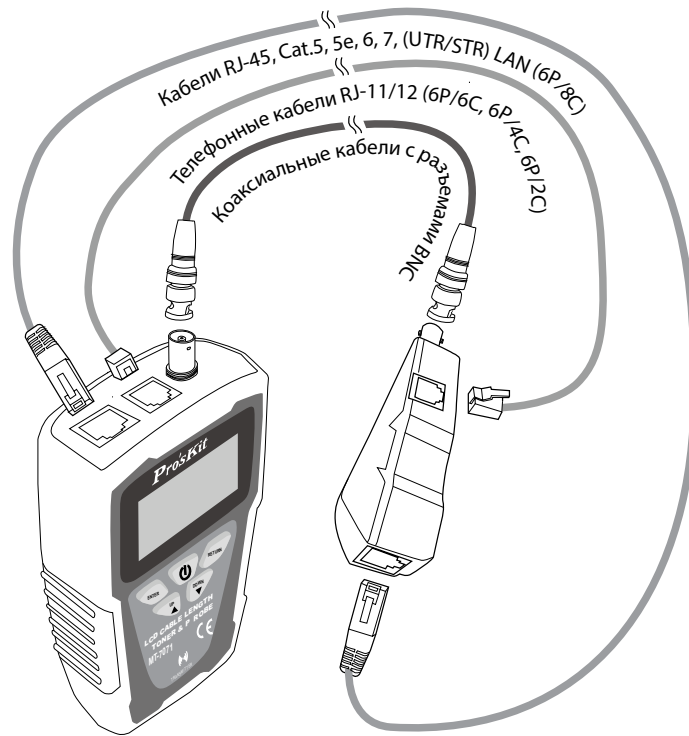

Рис. 3. Определение схем прокладки кабелей
1. Подсоедините тестируемый кабель соответствующим образом к передатчику и дистанционному блоку, как показано на рис. 3.
1. Подсоедините проверяемый кабель к передатчику и дистанционному блоку соответствующим образом, как показано на рис. 3.